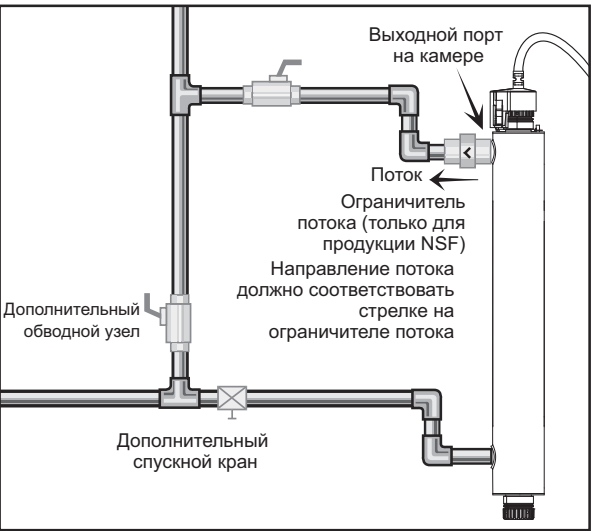

Рисунок 5 Ограничитель расхода
3. Установите систему на стену, используя соответствующий крепеж. Можно использовать различные методы подключения к водоснабжению системы, однако рекомендуется использование соединительных разъемов. Использование ограничителя расхода помогает поддерживать номинальную пропускную способность, указанную производителем. Ограничитель расхода следует установить на выходной порт, и он предназначено для установки только в одном направлении. Убедитесь, что направление потока воды соответствует указанному на ограничителе. См. Рисунок 5.